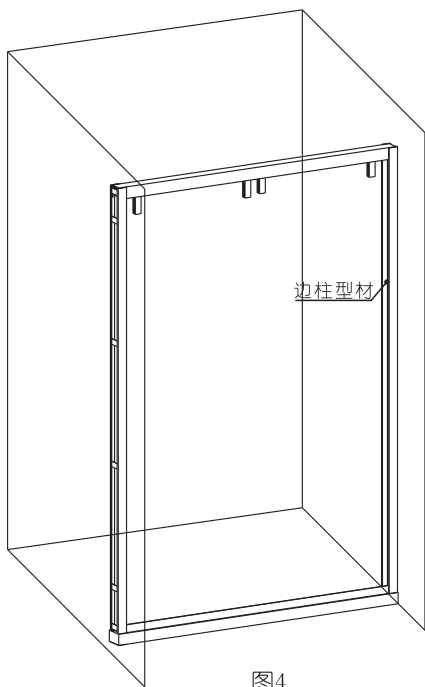
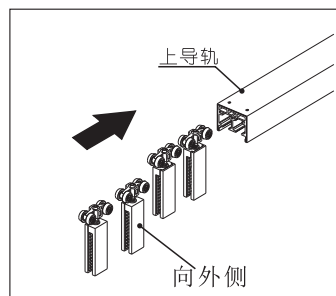

图4
图4-1
5. 先将吊轮分别装进“上导轨”中，每两个放一条轨道按图4-1所示，再将安装好吊轮的“上导轨”插入边柱型材(如图4, 4-3所示)。(注意FL41P21只需要两个吊轮，将上导轨插入边柱型材之前先安装好固定平玻璃)